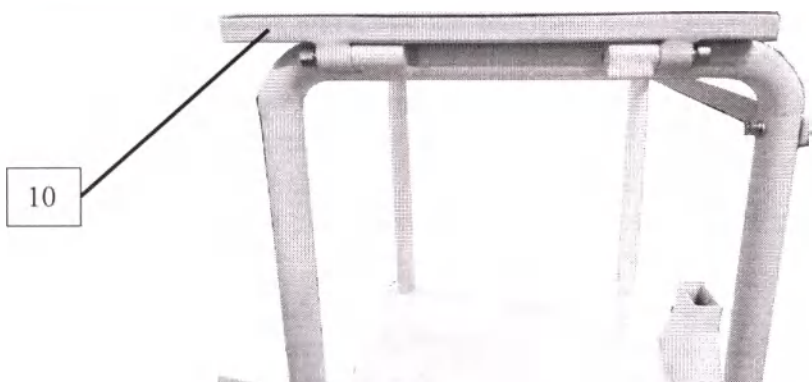

Рис. 4
2.4.1 Установить на основание поз.1 в П образную раму 7 совместив отверстия рамы с отверстиями в основании (см. рис.4). Закрепить раму с помощью винтов М10х30 ГОСТ 11738. Повторить операцию с левой рамой крепления сидения должны быть наружу.